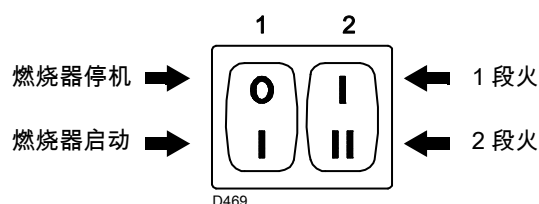

图 29
- 开关 1）（图 29）至“燃烧器启动（ON）”位置；
- 开关 2）（图 29）至“1 段火运行”位置。
转动开关 2) (图 29) 至 2 段火出力位置：伺服马达会开启风门挡板，同时将燃气蝶阀开大。